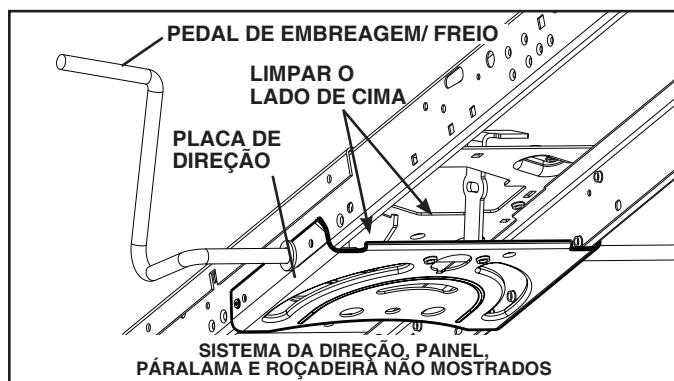

Fig. 23
- Limpe os resíduos da placa de direção. Os resíduos podem limitar o movimento do eixo do pedal da embreagem/do freio, causando o deslizamento da correia e a perda da direção. Veja Fig. 23.